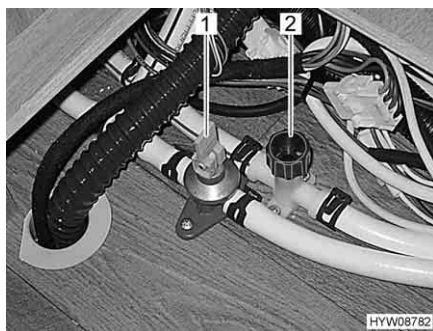

Fig. 129 Rubinetti di scarico
- Chiudere i rubinetti di scarico. Ruotare i coperchi (Fig. 129,2) in senso orario e posizionare la leva a bilanciere (Fig. 129,1) in posizione orizzontale.
- Aprire i rubinetti di scarico (Fig. 129). Posizionare la leva a bilanciere (Fig. 129,1) verticalmente e ruotare il tappo (Fig. 129,2) in senso antiorario. Il boiler viene svuotato verso l'esterno tramite i rubinetti di scarico.